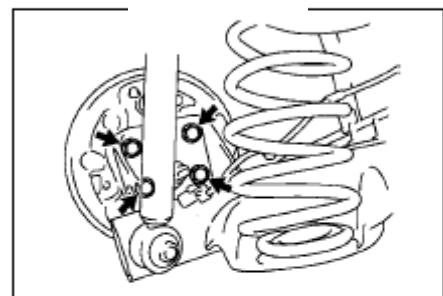

Рис. 223
- (1) Открутите гайки и снимите крепление левого троса ручного тормоза с задней осевой рамы**
- (2) Открутите четыре болта и снимите левый задний подшипник в сборе со ступицей(рис.223)**
- (3) Снимите задний тормозной механизм с задней балки.**
Установите задний тормозной механизм, левую заднюю ступицу и ступичный подшипник с помощью четырех болтов(рис. 223)